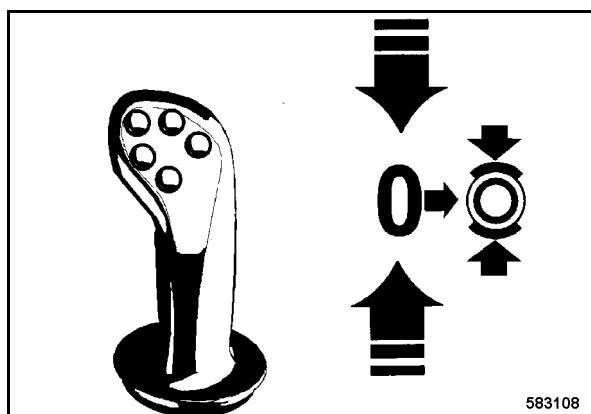

Fig. 102
- Encajar la palanca de marcha (Fig. 102) en posición de freno de estacionamiento.